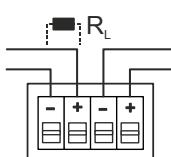

Fig. 6
2. Connect the feed line to the terminals in the switching unit (Fig. 6 and 7) in accordance with the connection diagram.
2. Schließen Sie die Zuleitung gemäß Anschlusschema an die Klemmen im Schaltungseinsatz an (Fig. 6 und 7).